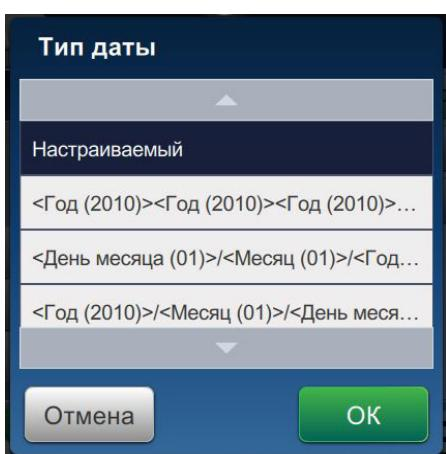

Рис. 5-9: Экран настройки формата даты
- На экране «Настройка даты» выберите опцию *Настраиваемая* из раскрывающегося списка «Тип даты», как показано на Рис. 5-9. Нажмите кнопку  .